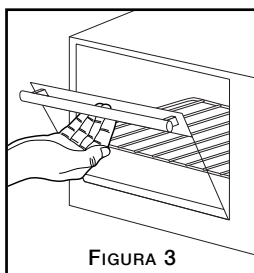

FIGURA 3
Paso 2. Hale con cuidado hacia abajo la puerta del horno de mostrador (*Véase la Figura 3*).